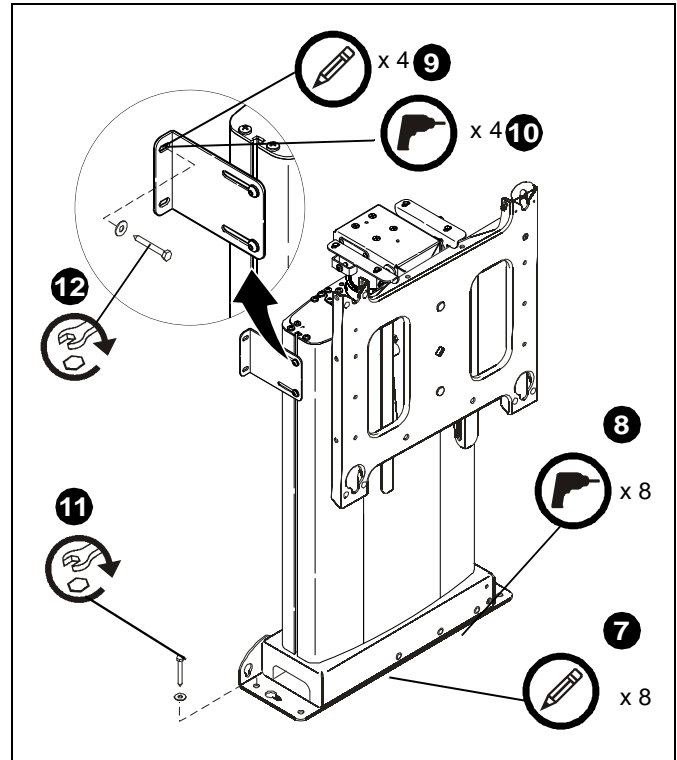

Figura 24
5. Afloje los cuatro tornillos que fijan las placas de sujeción laterales al marco y ajuste su posición de modo que queden correctamente ubicadas contra la superficie de montaje vertical. (Consulte la Figura 24)
6. Ajuste los cuatro tornillos para mantener las placas de sujeción laterales en posición. (Consulte la Figura 24)
7. Marque la ubicación de los ocho orificios de montaje de la base. (Consulte la Figura 24)
11. Fije la base del soporte a la superficie de montaje utilizando ocho tornillos. (Consulte la Figura 24)
12. Fije el soporte a la superficie de montaje vertical utilizando cuatro tornillos. (Consulte la Figura 24)